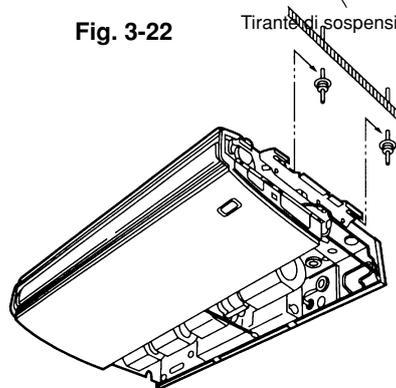

Fig. 3-23
- (b) Sollevare l'unità interna, quindi posizionarla inserendo le rondelle dei tiranti sotto gli incavi delle zanche di sospensione. (Fig. 3-23)